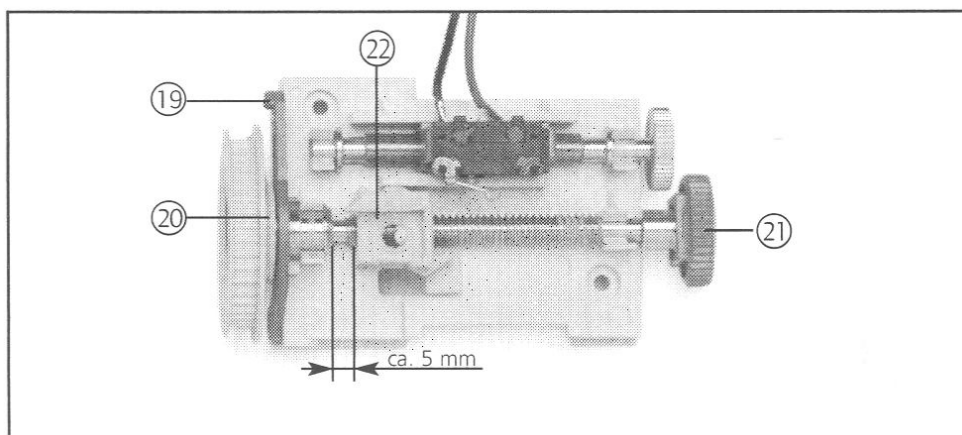

Рис.15 Установка референтной точки (ворота закрыты)
- Передвигая вперед красный рычаг холостого хода (19) и нажимая на диск переходника (20) ходового колеса, разблокируйте переключающий шпindel (см. рис. 15).
- Поворачивайте накатной ролик (21) по часовой стрелке до тех пор, пока переключающая каретка (22) не будет находиться примерно в 5 мм от левого скошенного хомута переключающего шпинделя (см. рис. 15).